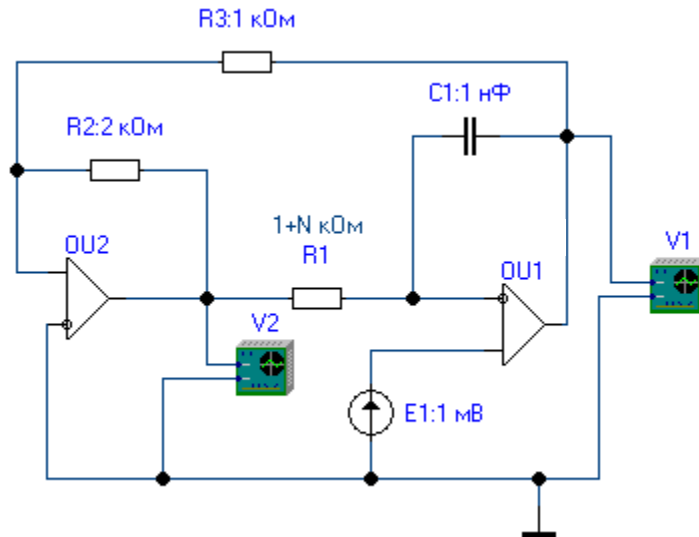

Рисунок 7.5 – Генератор напряжений треугольной и прямоугольной формы
7.4 Собрать и испытать генератор напряжений треугольной и прямоугольной формы (рис. 7.5).